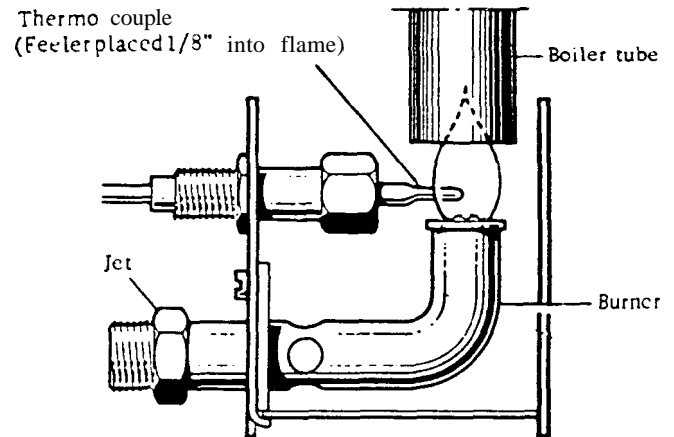

Fig. 55
15. THE GAS BURNER (see fig. 55)